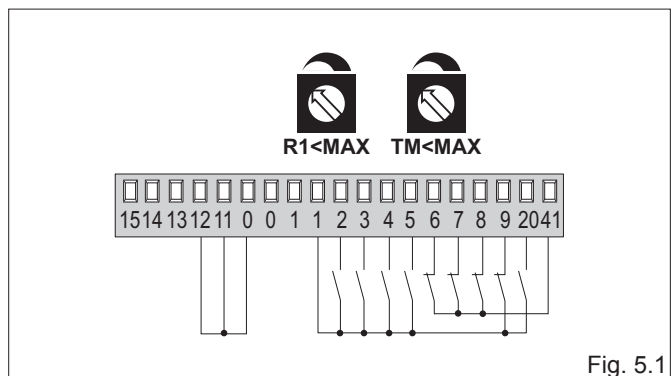

Fig. 5.1
- (Abb. 5.1) Die Flügel kommen an den mechanischen Anschlägen und an Hindernissen zum Stillstand.